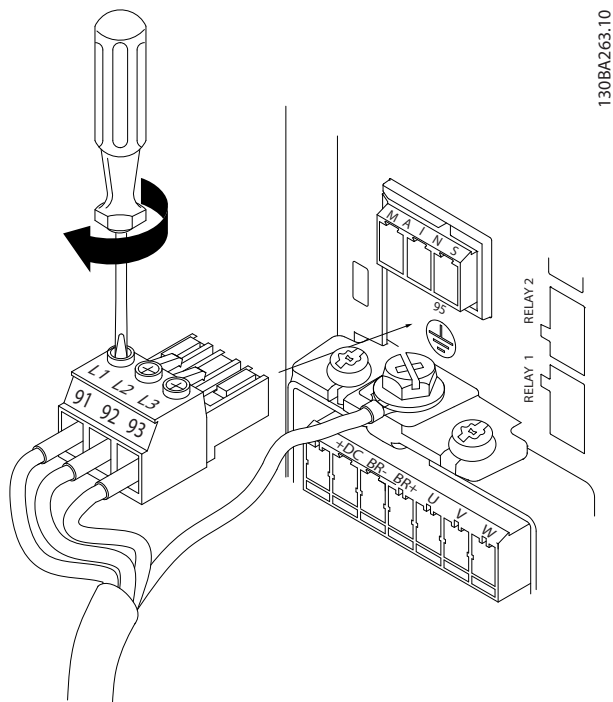

Abbildung 3.10 Befestigung des Netzsteckers
3. Führen Sie die Netzkabel in den Netzstecker und ziehen Sie die Schrauben an (siehe *Abbildung 3.10*).